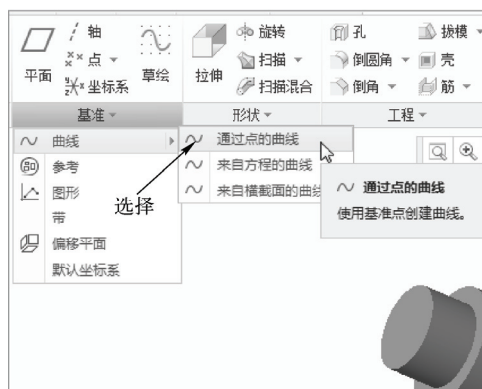

图 5-39 选择相应选项
STEP 02 在功能区选项板的“模型”选项卡中，单击“基准”面板中“基准”右侧的下拉按钮，在弹出的列表框中选择“曲线”|“通过点的曲线”选项，如图5-39所示。